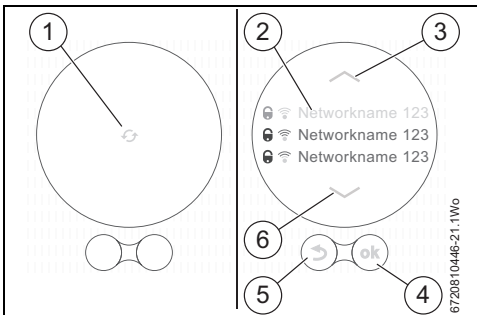

Рис. 9 Выбор сети Wi-Fi
- ▶ Чтобы переключить регулятор в режим "офлайн", нажмите кнопку «назад» (→ рис. 9, [5]). Теперь температуру можно настроить только вручную с помощью экрана.
- ▶ Чтобы снова выполнить поиск, нажмите кнопку ☺ (→ рис. 9, [4]).